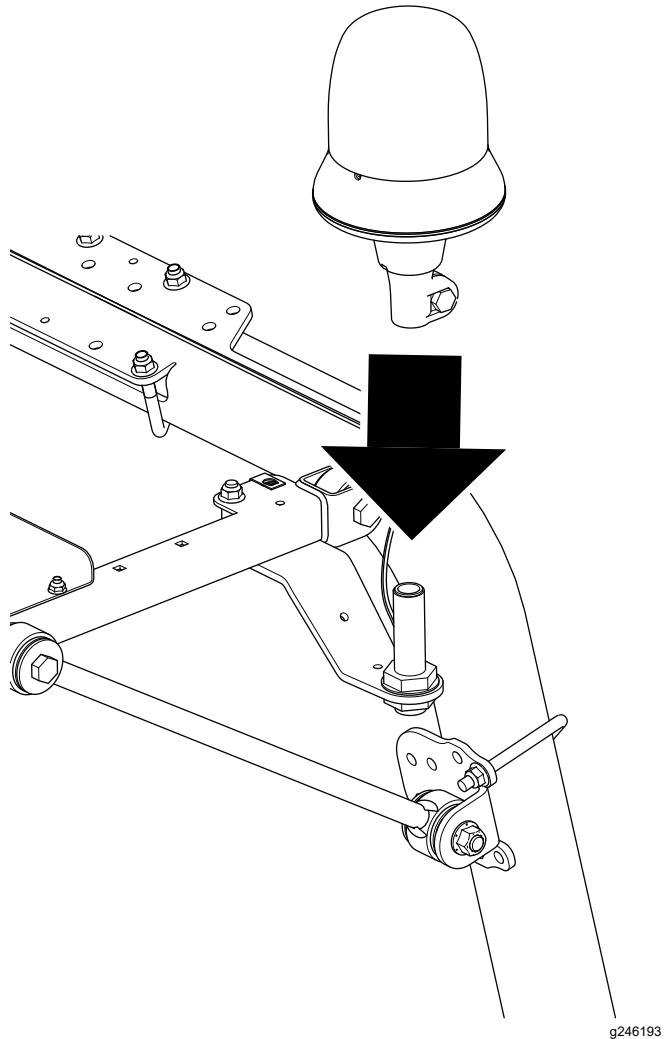

Bild 9
- Stecken Sie die Rundumleuchte in die Fassung und ziehen Sie die Flügelmutter an (Bild 9).